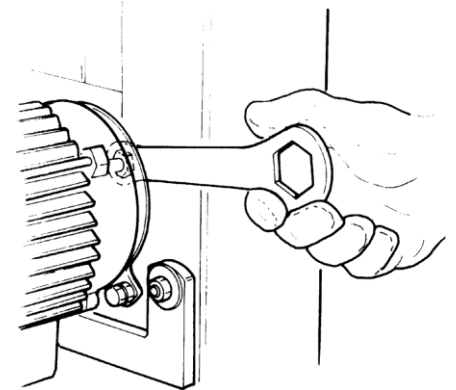
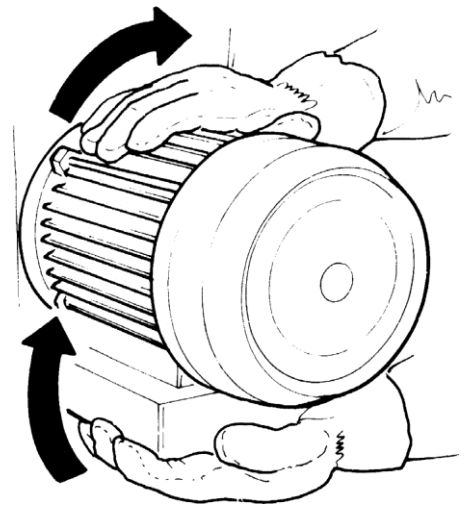

Abb. 3
Abb. 4
- Die Riemen werden durch Lösen der Motorschraube (Abb. 3) und Drehen des Motors im Uhrzeigersinn (Abb. 4) gespannt. Ziehen Sie die Schraube wieder an, während Sie die Riemen straff halten.